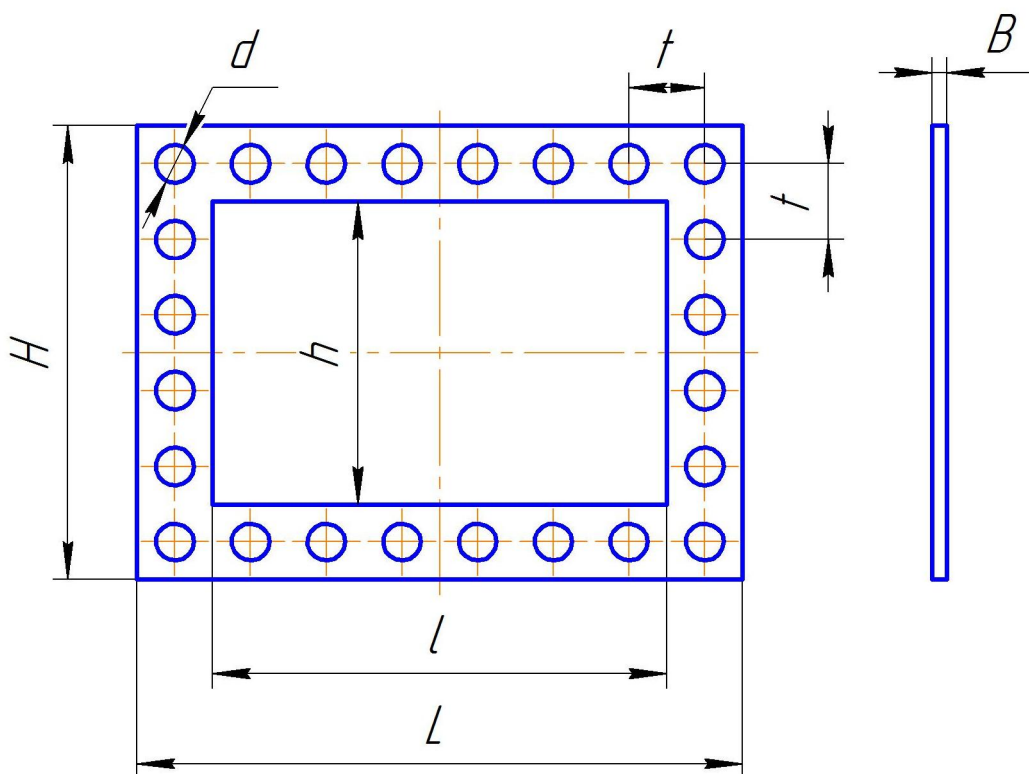

Рис. 2 Параметры для построения массива отверстий по контуру
2. Построить массив отверстий по контуру в соответствии с рис. 2 и табл. 2.